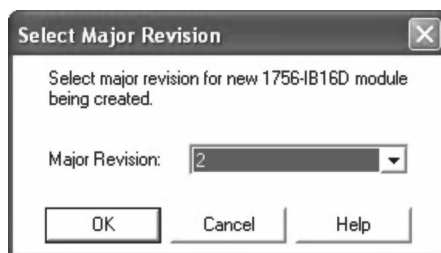

图 2-3 模块版本选择对话框
4. 单击“确定”(OK)。软件将要求选择模块的主版本, 如图 2-3 所示。